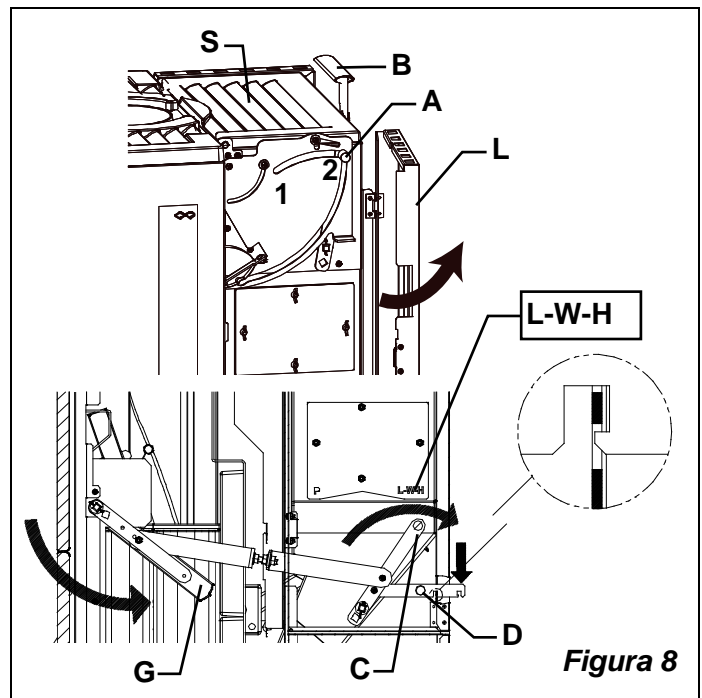

Figura 8
- 1) Ouvrir la porte latérale d'accès aux organes mécaniques (L Figura 8) si le levier (C) est déjà dans la position **L-W-H** (BOIS-WOOD-HOLZ) aller au point 3);
- 2) débloquer le levier (C) en levant le verrou (D), le pousser vers la partie **arrière** du poêle dans la position indiquée avec les **lettres L-W-H** (BOIS-WOOD-HOLZ) et le bloquer avec le verrou (D) (Figura 8), grille (G) en fonte soulevée;
- 3) vérifier que la porte du réservoir de chargement des pellets (S) soit bien fermée et bloquée par la manette (B) (Figura 8);
- 4) fermer la porte latérale (L) d'accès aux organes mécaniques.
**ATTENTION:** avant de procéder à l'allumage le poêle devra se présenter comme à l'état original, c-à-d avec la porte latérale (L) fermée et le couvercle du réservoir (S) fermé au moyen de la manette spécifique (B).
Au moyen du levier de commutation BOIS-PELLETS dans la position "L-W-H" (Figura 8 pos.C) on peut bloquer le glissement naturel des pellets dans le brûleur.